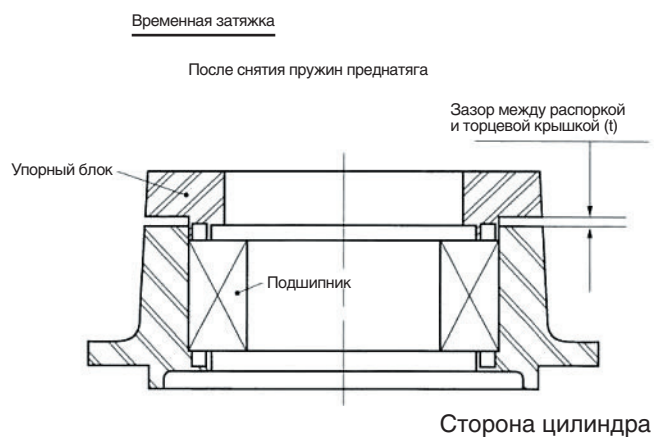

Рис. 3.35
- (1) Прделайте действия, описанные в п.п. 1-7 **Раздела 3.4.1**, но не используйте пружины преднатяга.
- (2) Временно затяните болты торцевой крышки.
- (3) Замерьте зазор между распоркой и торцевой крышкой в четырех равномерно распределенных местах по окружности и определите действительный зазор (t). **(Рис. 3.35)**